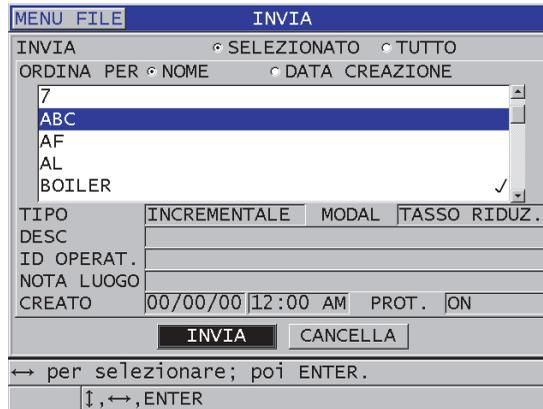

Figura 14-3 Selezione di un file da trasferire
4. Nella schermata **INVIA** (vedere Figura 14-3 a pagina 278):